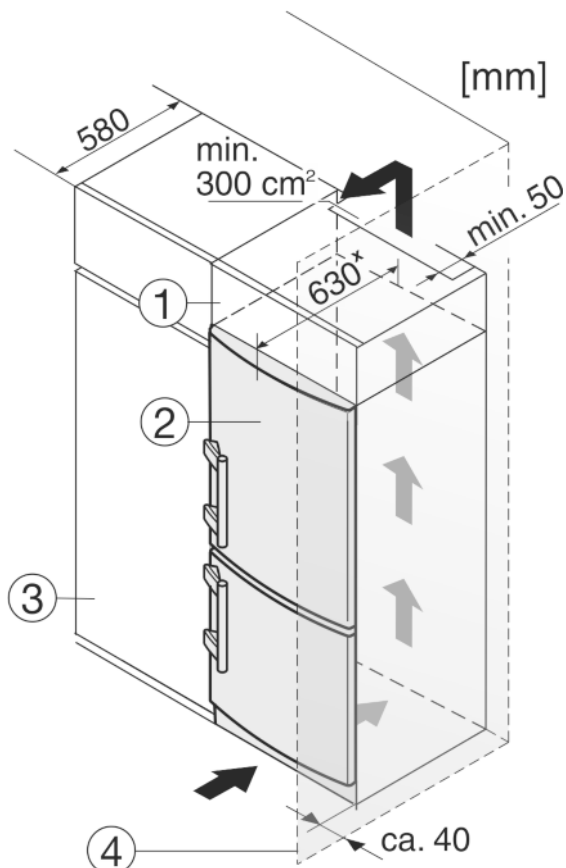

Fig. 9
Het apparaat Fig. 3 (6) kan worden ingebouwd in de keuken. Om het apparaat aan de hoogte van het keukenblok aan te passen, kunt u er een passende opbouwkast Fig. 9 (1) op plaatsen.
Bij een ombouw met keukenkasten (diepte max. 580 mm) kan het apparaat direct naast de keukenkast Fig. 9 (3) worden geplaatst. Het apparaat steekt aan de zijkant 34 mm\* en in het midden 50 mm\* uit ten opzichte van het keukenkastfront.
Plaats u het apparaat met de scharnierkant naast een muur Fig. 9 (4), dan moet de afstand tussen apparaat en muur minstens 40 mm bedragen. Dit in verband met het uitsteken van de deurgreep bij een geopende deur.